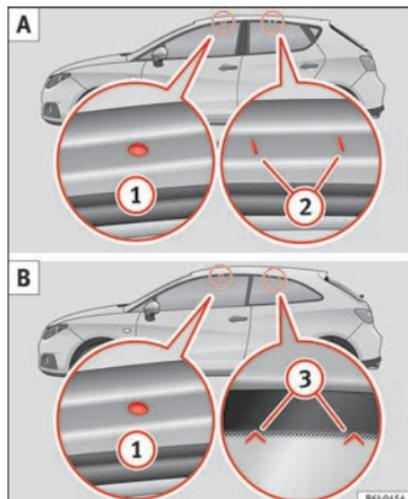

Fig. 162 Ibiza/Ibiza SC: pontos de fixação das barras longitudinais para o porta-bagagens de tejadilho.
Os pontos de fixação dianteiros e traseiros ① e ② só se podem ver com as portas abertas »» Fig. 162 A.
Os pontos de fixação dianteiros ① só podem ver-se com as portas abertas; os pontos de fixação traseiros ③ estão marcados no rebordo superior do vidro lateral com pontas de seta »» Fig. 162 B.